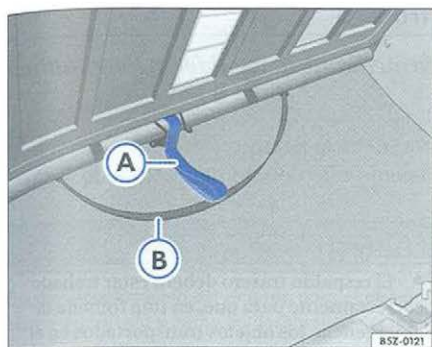

Fig. 82 Tira roja para destrabar el respaldo del asiento (A) y tira negra para destrabar el asiento (B)
- Tire del tirador rojo ⇒ fig. 82 (A) para destrabar el respaldo y, al mismo tiempo, recoloque el respaldo en la posición original ⇒ ⚠.